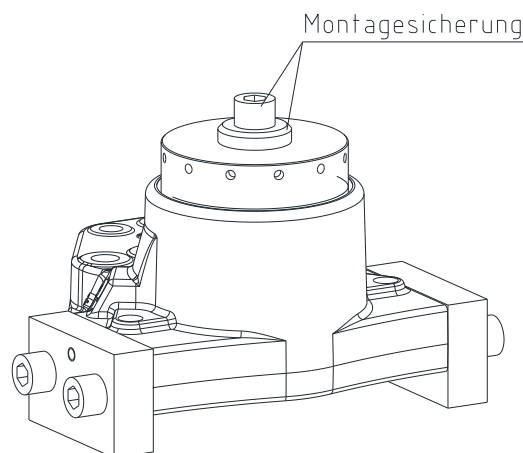

Bild 11: Montagesicherung
- Entfernen Sie beidseitig die Schraube mit Scheibe (Montagesicherung, siehe Bild 11) aus dem Zentrierbolzen (Bauteil 1.8).
- Schrauben Sie beidseitig die Schraube mit Scheibe (Montagesicherung, siehe Bild 11) in den Zentrierbolzen (Bauteil 1.8) ein.
- Schrauben Sie beidseitig die Schraube mit Scheibe (Montagesicherung, siehe Bild 11) handfest in die Einstellmutter (Bauteil 1.7) ein.
- Schrauben Sie beidseitig die Schraube mit Scheibe (Montagesicherung, siehe Bild 11) handfest in den Zentrierbolzen (Bauteil 1.8) ein.